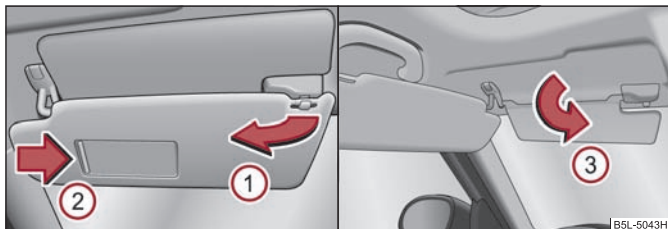

Fig. 56 Parasol: Girar / visera parasol doble: Abatir
La visera parasol para el conductor o acompañante se puede extraer de la fijación y girarla hacia la puerta en sentido de la flecha ① ⇒ fig. 56.
En vehículos con doble visera parasol* se puede, tras girar la visera parasol, abatir la visera auxiliar en la dirección de la flecha ③ ⇒ fig. 56.